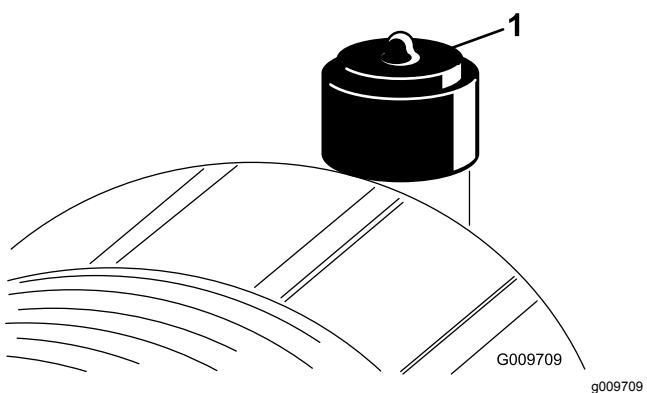

Figura 75
Faça a manutenção ao filtro de ar apenas quando o indicador de manutenção (Figura 75) o exigir. Mudar o filtro de ar antes de ser necessário apenas aumenta a possibilidade de entrar sujidade no motor quando retira o filtro.
2. Reinicie o indicador (Figura 75) se este se apresentar vermelho.